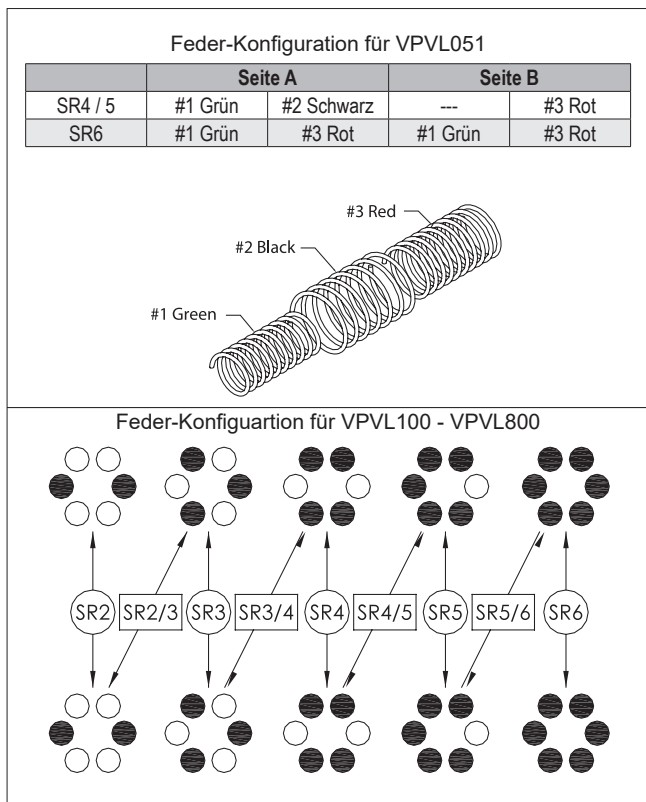

Abb. 14.
3. Zusammenbau der Endkappen (30, 31) und Federpatrone (17); (Abb. 14 bis 16)
- A. Bei Stellantrieben mit Federrückführung wird die ordnungsgemäße Anzahl Federpatronen (17) gemäß Anordnung in Abb. 14 (mit Gesamtanzahl der Federn) eingeführt.